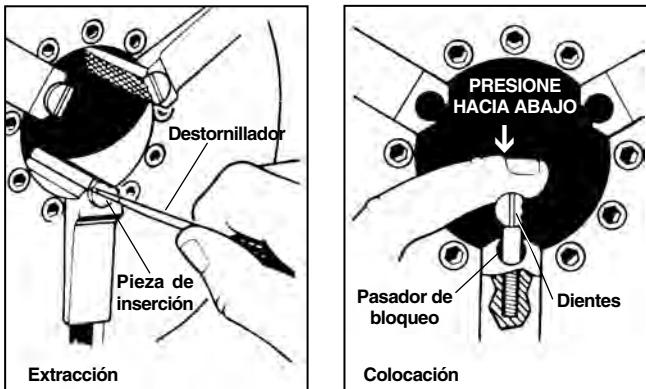

Figura 30 – Cambio de las piezas de inserción de la mordaza
1. Coloque un destornillador en la ranura de la pieza y gire 90 grados a izquierda o a derecha. Quite la pieza de inserción (Figura 30).
2. Coloque la pieza de inserción de lado sobre el pasador de bloqueo y presione hacia abajo a fondo (*Figura 30*).